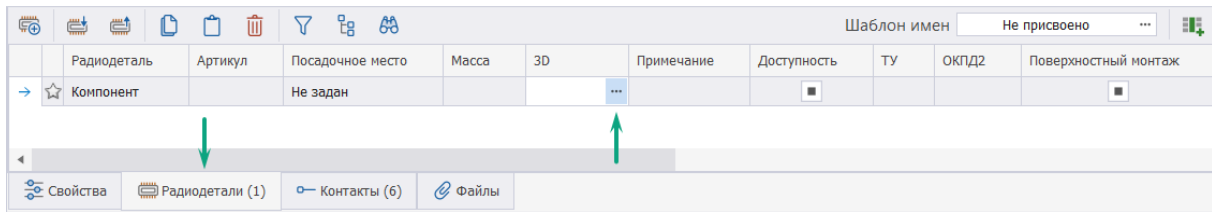

Рис. 158 Отображение столбца «3D» в таблице радиодеталей редактора компонентов
9. В редакторе компонентов, на вкладке «Радиодетали», нажать на символ «...», расположенный в столбце «3D model», созданного в п.6, см. Рис. 158.